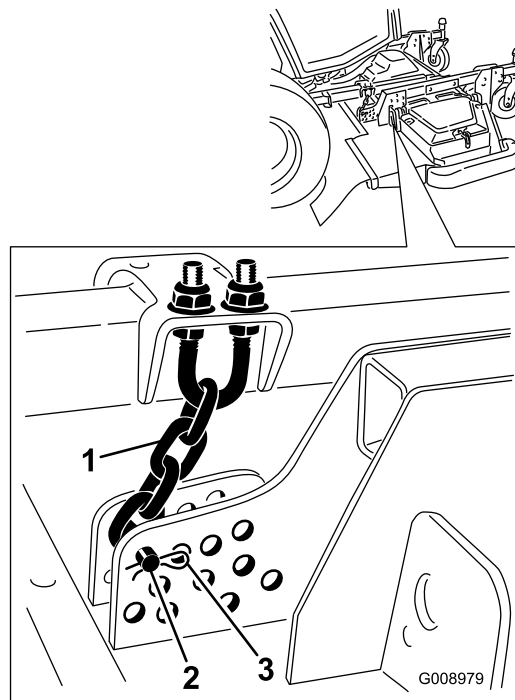

Bild 2
5. Entfernen Sie den Splint und den Lastösenbolzen, mit denen die Schnitthöhenkette an der Rückseite des Mähwerks befestigt ist (Bild 2).
10. Setzen Sie den Splint und den Lastösenbolzen ein, mit denen die Schnitthöhenketten an der Rückseite des Mähwerks befestigt sind (Bild 2).